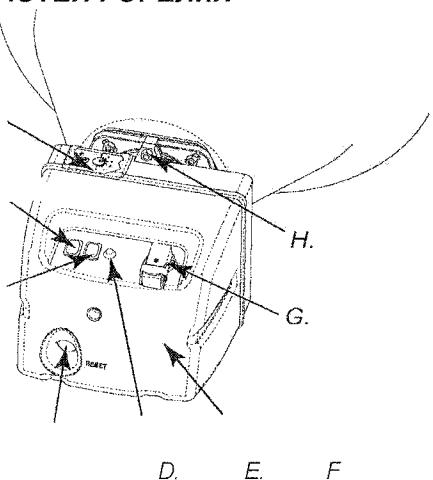
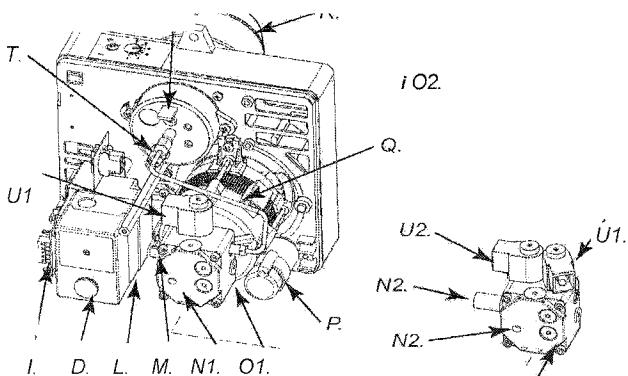

Рисунок 5 – Устройства контролирующие работу нагревателя XL9.
Рисунок 6 – Сост. части горелки нагревателя XL9.
Внимание: Перед введением нагревателя в действие следует убедиться в том, что кнопка (C рис. 5) находится в соответствующей позиции &.
Установить переключатель (5) в положении включения (I). Нагреватель начнет работать в режиме предварительной вентиляции через 10 секунд после начала работы горелки. С целью достижения максимальной производительности следует установить переключатель в позиции, как показано на рисунке (С рис.5) (A⁺).
Перед введением нагревателя в действие или после полного опорожнения топливного канала, когда поступление топлива к насадке выхода топлива слишком мало, происходит включение предохраняющего устройства, осуществляющего контроль над пламенем (см. пункт ПРЕДОХРАНЯЮЩИЕ УСТРОЙСТВА), в результате чего наступает выключение нагревателя. В этом случае следует, подождав около минуты, нажать кнопку повторного запуска (D на рис. 5) и включить нагреватель. Если нагреватель не включается, следует сделать следующее:
2. нажать кнопку повторного запуска (D на рис. 6). Если нагреватель по-прежнему не работает, следует ознакомиться с содержанием раздела НЕИСПРАВНОСТИ И ИХ ВОЗМОЖНЫЕ ПРИЧИНЫ с целью выяснения причины такой ситуации.
Повернуть переключатель (В на рис. 5) в положение выключения (О) либо выключить термостат или контролирующее устройство (часовой регулятор), если какое-либо из этих устройств было подключено к нагревателю. Пламя погаснет, но поток воздуха будет циркулировать по-прежнему, до момента завершения цикла предварительной вентиляции (охлаждения).
Нагреватель оснащен предохраняющим устройством (L на Рис. 6), которое контролирует силу пламени. Если в процессе работы нагревателя возникнут неисправности, контролирующее устройство выключает горелку и вызывает подсветку кнопки повторного запуска (D на Рис. 5). Перед повторным введением в действие нагревателя следует идентифицировать и устранить причину, которая привела к выключению горелки.
- Снять корпус горелки (F. Рис. 5), с целью доступа к насосу горелки (O1. о O2 Рис. 6);
- Вынуть горелку из камеры сжигания (Рис. 5).